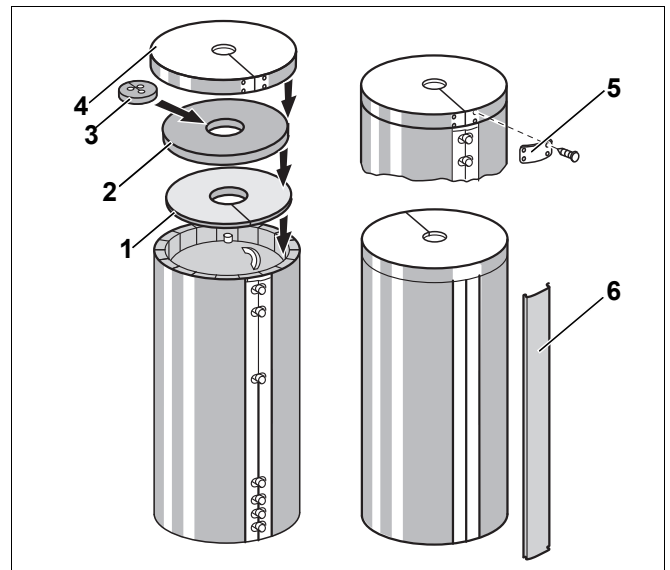

Рис. 10 Монтаж теплоизоляции (схематичное изображение)
- Нажмите на соединительную планку (рис. 10, [6]) на передней стороне над замыкающей рейкой теплоизоляционного мата.
- Уложите верхние теплоизоляционные круги (рис. 10, [1] и [2]) так, чтобы более толстый круг (рис. 10, [2]) накрывал теплоизоляционный мат.
- Вставьте закладную деталь (рис. 10, [3]) с вырезами для подключений бака.
- Наденьте крышку бака (рис. 10, [4]) на теплоизоляционный круг и теплоизоляционный мат.